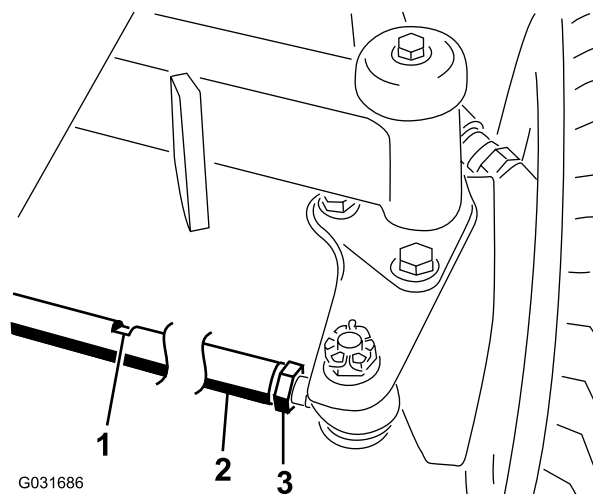

Figura 48
2. Desaperte a porca de bloqueio em cada extremidade da barra de direção (Figura 48).